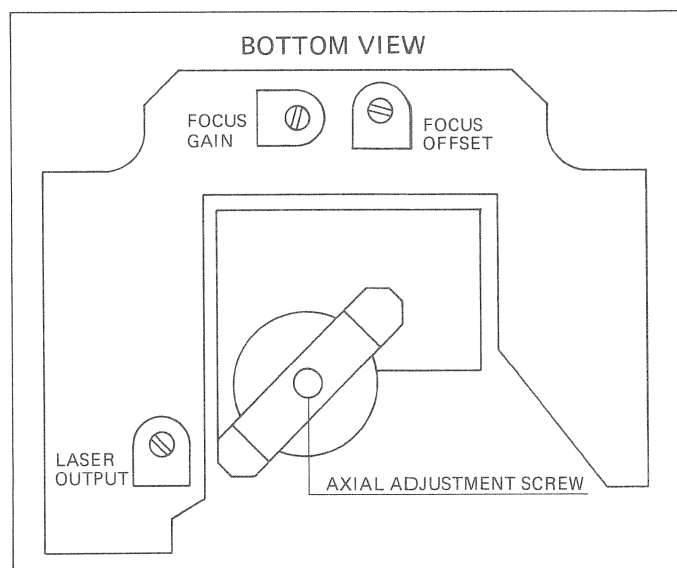

Fig. 4.16
- Ajuster la chute de tension aux bornes de R63 à 500mV \pm 50mV à l'aide du potentiomètre trimmer LASER OUTPUT (sur le mécanisme 1.769.100.36, fig. 4.16).